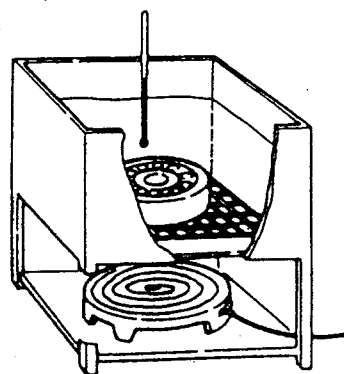
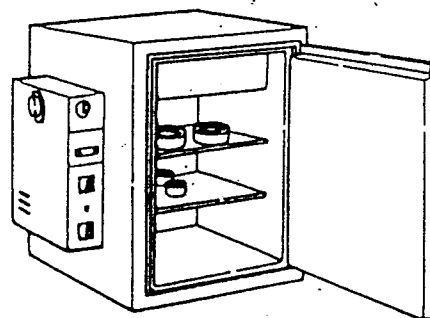

図15
図16
- b. 軸受の加熱方法としては一般に油中で加熱する(図15参照) そのほかに加熱器に入れる方法(図16参照) などがある。